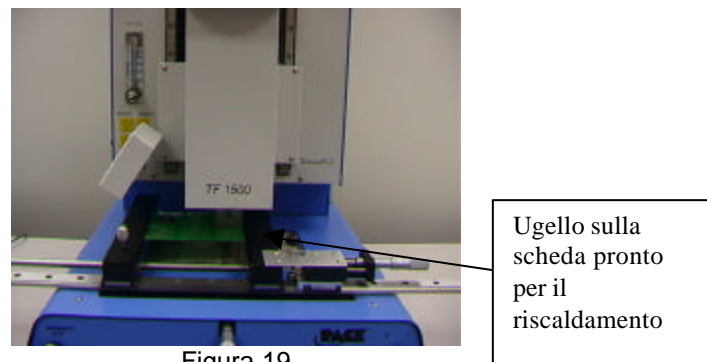

Figura 19
- xvi. Fare clic sul pulsante verde "Place" per abbassare il componente (Figura 19).